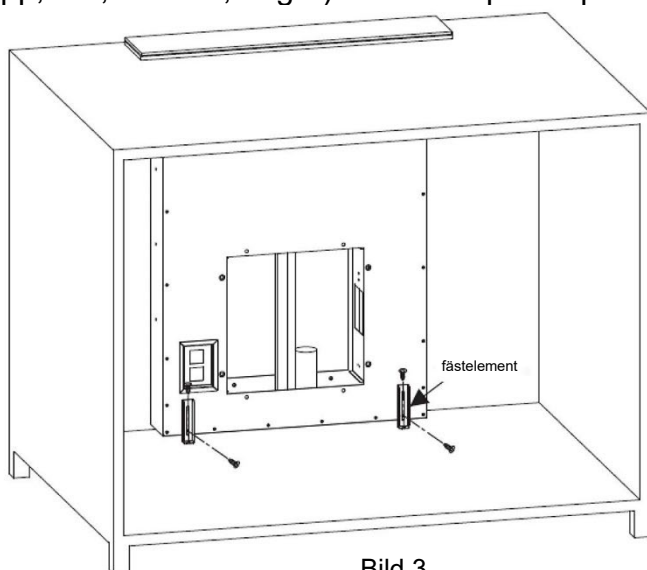

Bild 3
2. Montera in kåpan i skåpets öppning (se bild 2). Fixera sedan kåpan med de 4pcs-skruvarna ST4*8 och ST4*14 och fästelement (se bild 3).